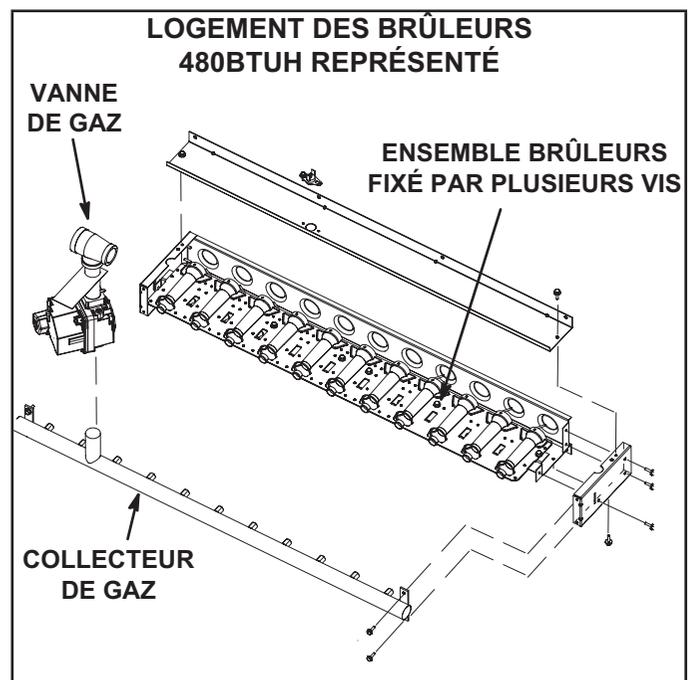

FIGURE 45
- 3 - Retirez les vis qui fixent l'ensemble brûleurs au support des brûleurs et retirez l'ensemble. Reportez-vous à la FIGURE 45. Nettoyez-les au besoin.